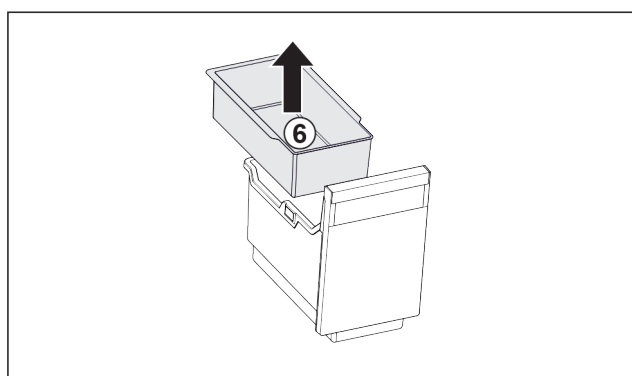

Fig. 81
- ▶ Vyjměte závěsnou misku Fig. 81 (6).